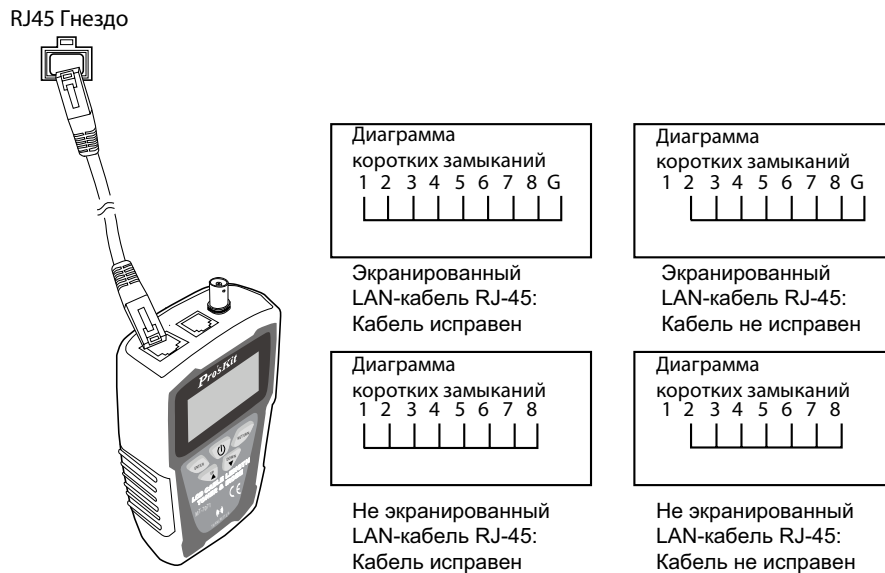

Рис. 10. Тестирование кабеля на работающей линии
1. Согласно рис. 10 соедините передатчик и работающий роутер с помощью RJ-45 (8P/8C).
4. Результат теста будет представлен, как показано на рис. 10.